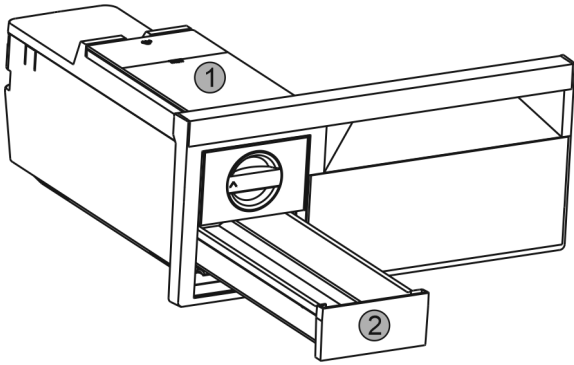

Fig. 79
- ▶ Enlever le réservoir d'eau Fig. 79 (1) et le tiroir à glaçons Fig. 79 (2).